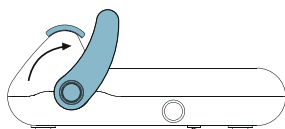

Fig. 4
- 5 Sollevare la leva (Fig.4) ed estraete la busta.